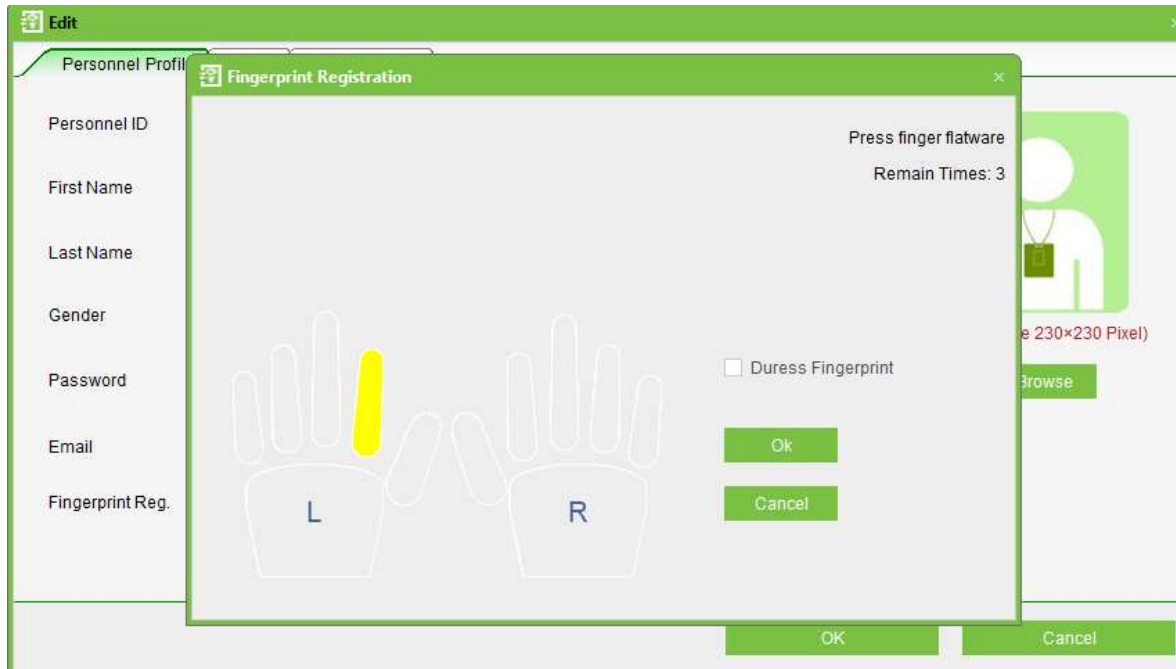

Figura 20 – Selecção dedo do utilizador
Na janela seguinte (Figura 20) vão ser mostradas duas mãos, para adicionar as impressões digitais basta:
- 1- Escolher o dedo do utilizador que vai ser adicionado clicando no dedo correspondente na janela da Figura 20;
- 2- Ao seleccionar o dedo no software (Figura 20) o aparelho irá dar instruções, para adicionar impressões digitais correctamente;